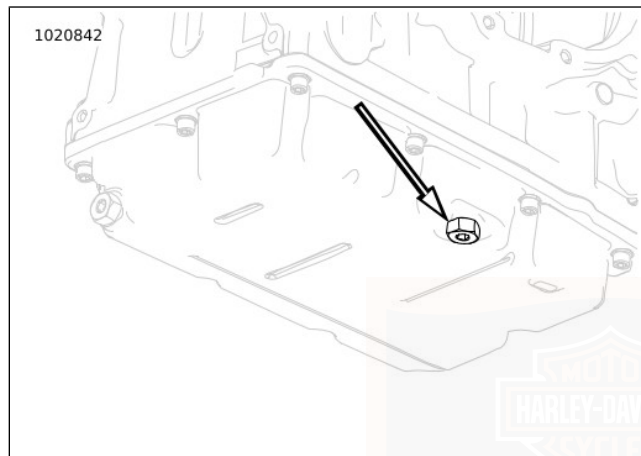

Figure 50. Bouchon de vidange de la boîte de vitesse
2. Voir Figure 50. Enlever le bouchon de vidange de la transmission. Vidanger la transmission.